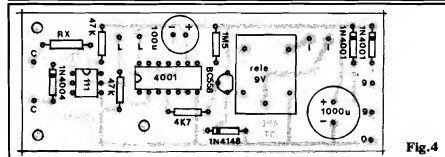

Fig. 4
- FIG. 4 - "CHAPEADO" DA MONTAGEM - Sem "segredos", bastando ao Leitor/Hobbysta a "tradicional" dose de atenção, principalmente quanto ao posicionamento dos componentes polarizados (Integrado, **opto-coupler**,